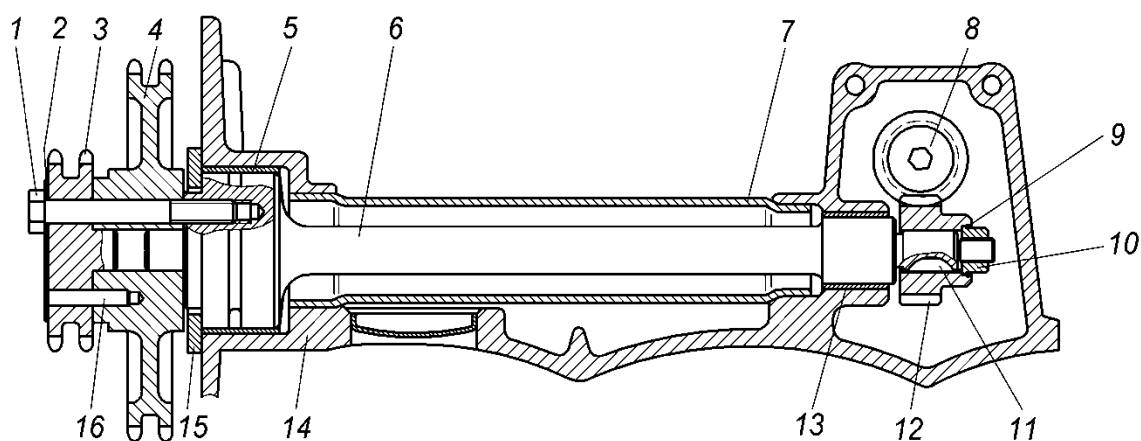

Рис.33. Вал промежуточный:
**Промежуточный вал** (рис.33) – служит для передачи вращения от коленчатого вала распределительным валам через промежуточные звездочки с понижением частоты вращения в 2 раза, а также для привода масляного насоса. Размещение звездочек понижающей передачи на промежуточном валу позволяет уменьшить высоту двигателя за счет применения на распределительных валах звездочек с небольшим числом зубьев.